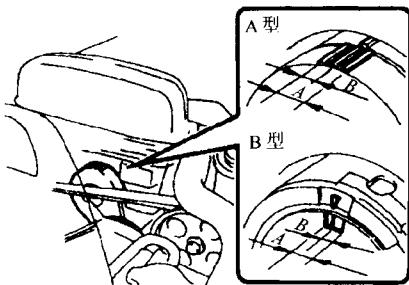

图 16 使张紧轮的箭头标记与标尺时齐
7) 如果安装的是旧带，应确保张紧轮上的箭头标志处在标尺的 A 区域范围内 (见图 16)。
头标记处在标尺的 B 区域范围内（见图 16）